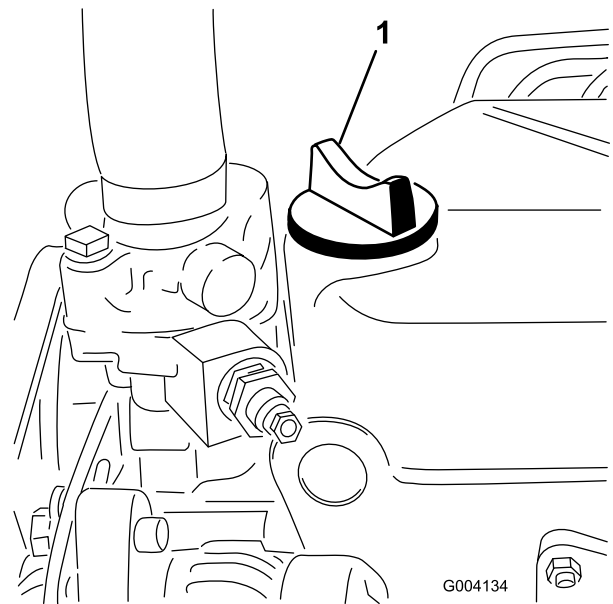

Bild 31
5. Wenn der Ölstand unter der Voll-Markierung liegt, nehmen Sie den Fülldeckel ab (Bild 31) und gießen Sie genug Öl ein, um den Ölstand bis zur Voll-Markierung anzuheben.